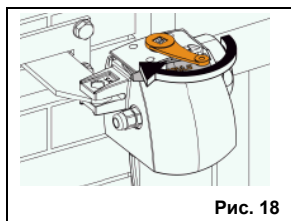

Рис. 18
3. Повернуть ключ в направлении, показанном стрелкой (рис. 18). Отпирающий механизм должен войти в зацепление.